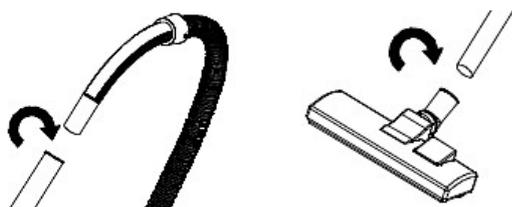

Abb. 8: Anschließen des Zubehörs
Schritt 4: Befestigen Sie den Schlauch an der Ansaugöffnung des Saugers und Verbinden Sie das gewünschte Zubehör mit dem Schlauch (Abb.8).